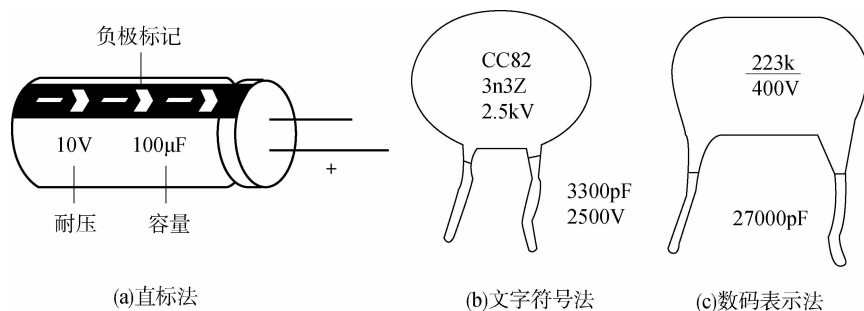

图 2-14 电容器的标注
①直标法。在电容器上直接标出其电容值，如图 2-14(a)所示。
②文字符号表示法。将电容器主要参数用文字符号和数字有规律的组合来表示的方法。如图 2-14(b)所示。标称值中常用符号有 F、m、μ、p 等，最常用的是“μ”和“n”。
③数码表示法。一般用三位数字来表示容量的大小，单位为 pF。如图 2-14(c)所示。前两位为有效数字，后一位表示位率。即乘以  $10^i$ ， $i$  为第三位数字，若第三位数字 9，则乘  $10^{-1}$ 。如 223J 代表  $22 \times 10^3 \text{pF} = 2200\text{pF} = 0.22\mu\text{F}$ ，允许误差为  $\pm 5\%$ ；又如 479k 代表  $47 \times 10^{-1} \text{pF}$ ，允许误差为  $\pm 5\%$  的电容。这种表示方法最为常见。